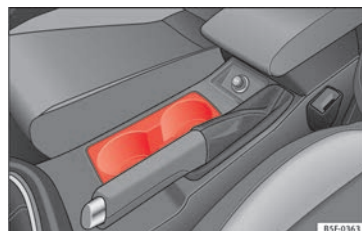

Fig. 156 Consola central: portabebidas delantero.
- Ponga las bebidas en el soporte » fig. 156. Se pueden poner dos bebidas. En los revestimientos de las puertas hay la posibilidad de poner también botellas de plástico más grandes.